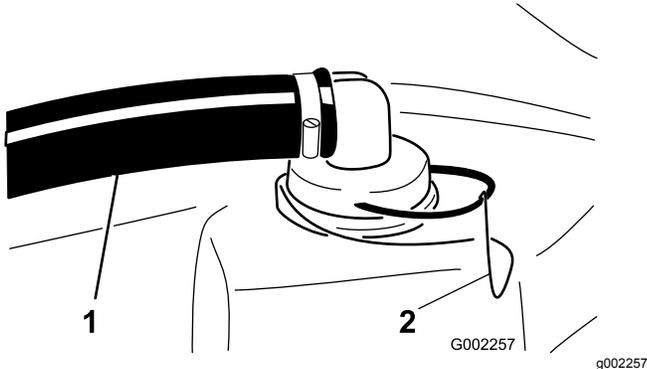

Figura 16
2. En la parte superior del depósito de fumigación, retire la horquilla de retención que sujeta el acoplamiento que está conectado a la manguera grande y al alojamiento del filtro (**Figura 16**).
3. Retire la manguera y el acoplamiento del alojamiento del filtro (**Figura 16**).